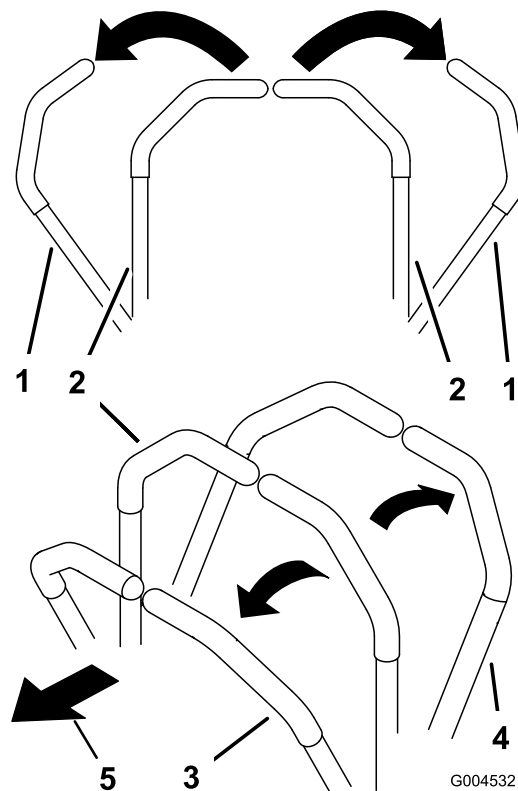

Рисунок 23
- Чтобы повернуть, сбросьте скорость машины, потянув назад оба рычага, затем нажмите вперед на рычаг, противоположный стороне, в которую требуется повернуть (Рисунок 23).
- Для перемещения прямо вперед передвиньте медленно вперед рычаги управления движением (Рисунок 23).
- Для перемещения прямо назад передвиньте медленно назад рычаги управления движением (Рисунок 23).